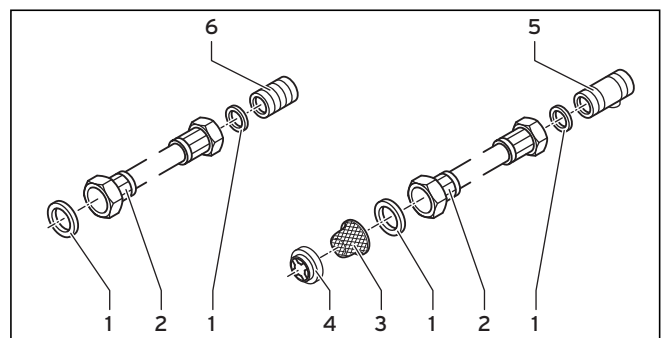

Abb. 5.1 Kalt-/Warmwasseranschluss
- > Setzen Sie den Wassermengenbegrenzer (4) und danach den Wasserfilter (3) gemäß Abb. 5.1 in den Kaltwasser-Anschluss des Geräts.